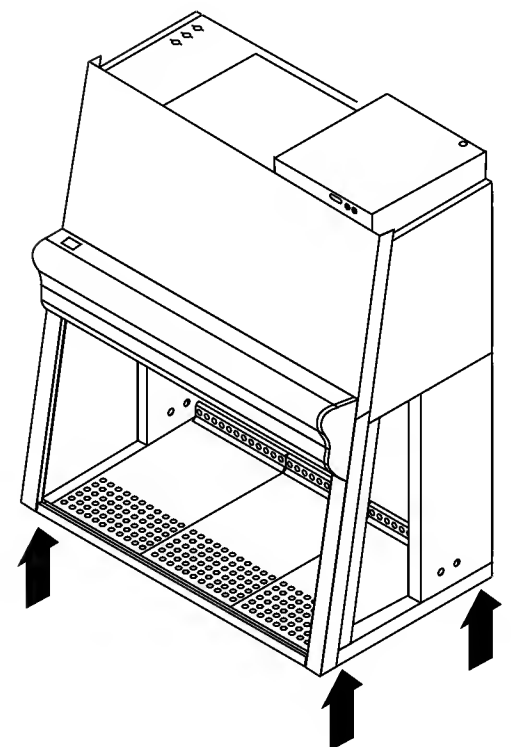

Fig. 2
**Fig. 2:** Per escludere il ribaltamento dell'apparecchio, la movimentazione all'interno di fabbricati deve essere effettuata con mezzi di trasporto adeguati. A questo scopo, smontare il corpo dell'apparecchio dall'incastellatura di base.